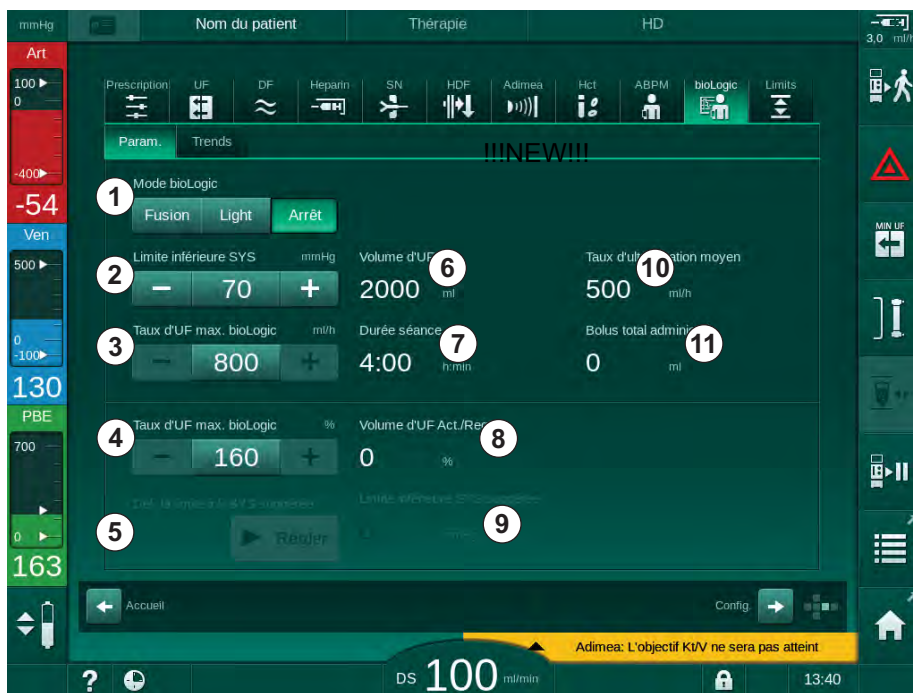

Fig. 11-19 Écran Paramètres du bioLogic Fusion
Lors de l'activation de la SLL suggérée, la valeur ⑨ dans Fig. 11-19 est acceptée. Le cas échéant, la limite inférieure systolique peut être réglée sur la position ⑩.
1. Pour activer le bioLogic Fusion ou le bioLogic Light, toucher le bouton *Fusion* ou *Light* dans la boîte de groupe *Mode bioLogic* (Fig. 11-19 , ⑪).